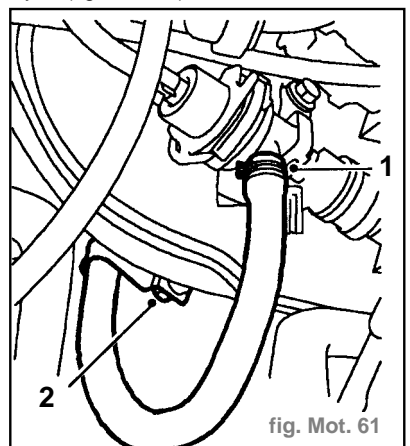

fig. Mot. 61
- Dégager l'attache (1) maintenant le tuyau de retour de carburant sur le collecteur de carburant et débrancher le tuyau (fig. Mot. 61).
- Dégager le collier (1) et débrancher le flexible de retour de carburant du collecteur de carburant (fig. Mot. 61).